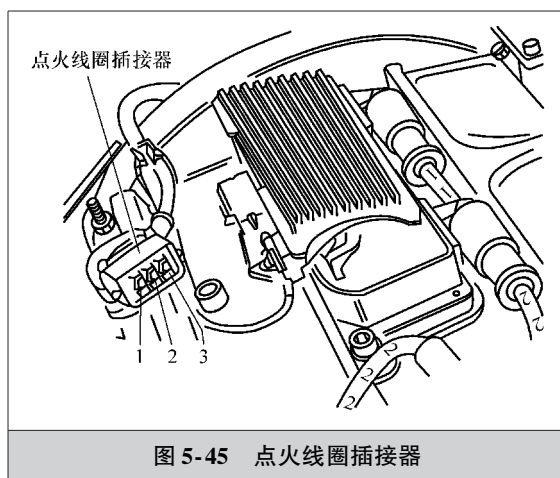

图 5-45 点火线圈插接器
3) 如图 5-45 所示，使用万用表测量点火线圈的 3 号端子与发动机搭铁之间的电压。当打开点火开关时，电压应为蓄电池电压。如果正常，应进行下一步检测；如果不正常，说明点火线圈的电源出现断路、短路或点火线圈熔丝熔断的故障，应将其排除。